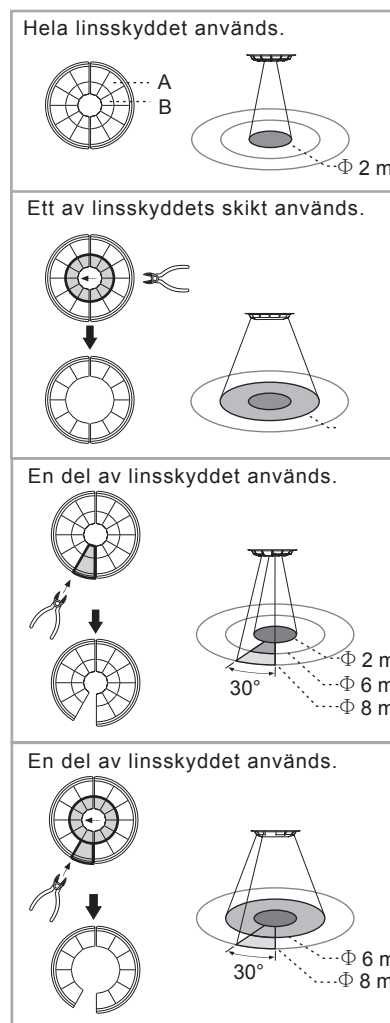

FIG. 24
4.2.3.2 Ta ej bort sektionerna i linsskyddet längre än nödvändigt när det önskade avkänningsområdet har valts (se FIG. 24).
● Den skuggade delen av FIG. 24 visar avkänningsområdet som utsätts när sektioner av linsskyddet tas bort.